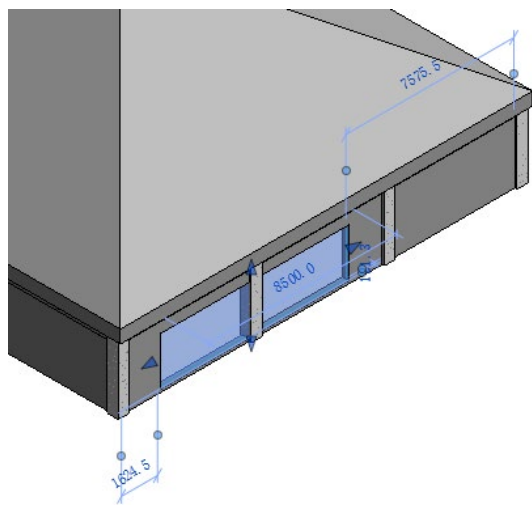

图 12-50 编辑洞口
(5) 双击洞口, 可以使用拖曳控制柄修改洞口的尺寸和位置。也可以将洞口拖曳到同一面墙上的新位置, 然后为洞口添加尺寸标注, 如图 12-50 所示。